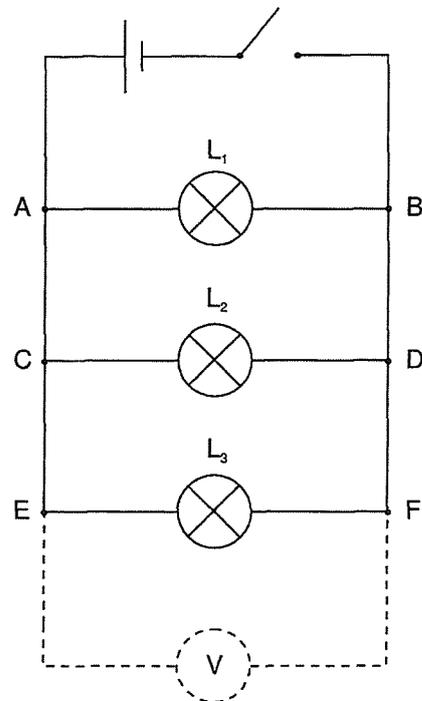

Figure 12.2
4.5. Réaliser le montage de la figure 12.2, **sans voltmètre**. Fermer l'interrupteur. Estimer l'éclat des ampoules. Noter les observations. Connecter **correctement** le voltmètre (calibre 5 V)* successivement aux bornes des trois ampoules. Lire les valeurs des tensions U_1 , U_2 et U_3 aux bornes de chacune des trois ampoules.